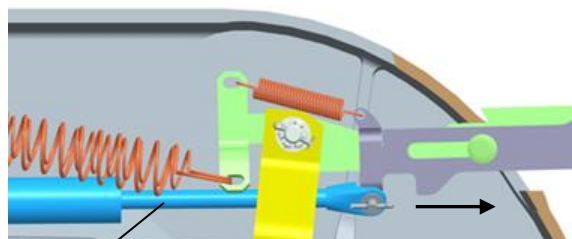

FIGURE 3
- a. Activez la commande du cylindre pneumatique pour étendre complètement la tige de piston (voir figure 3).